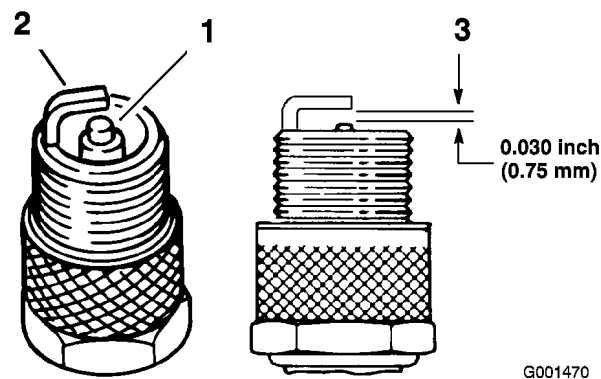

Figure 34
1. Examinez le centre des bougies (Figure 34). Si le bec de l'isolateur est recouvert d'un léger dépôt gris ou brun, le moteur fonctionne correctement. S'il est couvert d'un dépôt noir, c'est généralement signe que le filtre à air est encrassé.
3. Contrôlez l'écartement entre l'électrode centrale et l'électrode latérale (Figure 34). Courbez l'électrode latérale (Figure 34) si l'écartement est incorrect.
3. Connectez les bougies (Figure 34).